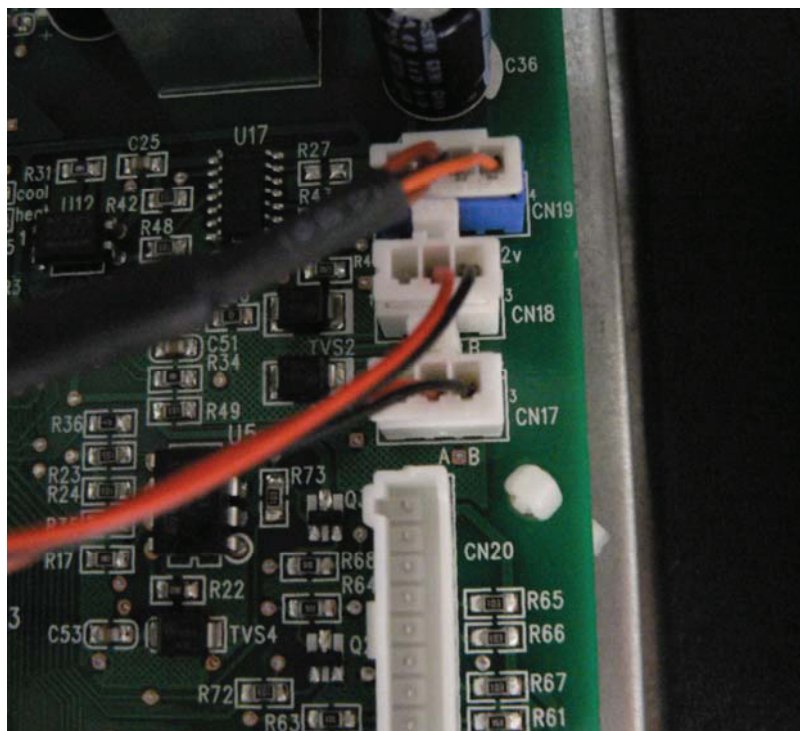

Рис. 7.22
7.5.9.2 Проводной пульт подключается при помощи 4 х штекерного разъема 4-х жильным кабелем к разъему CN19 (в некоторых моделях контакт CN18) расположенного на основной плате внутреннего блока (рис. 7.22).